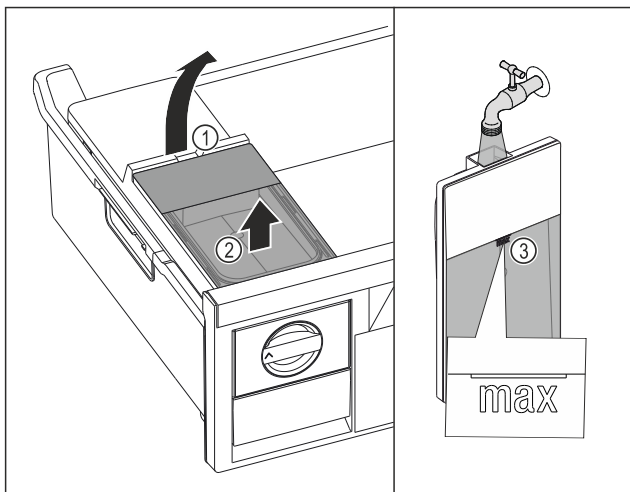

Fig. 100
- ▶ Lyft vattenbehållaren i fördjupningen Fig. 100 (1).
- ▶ Ta ut vattenbehållaren uppåt. Fig. 100 (2)
- ▶ Fyll vattenbehållaren med dricksvatten upp till markeringen Fig. 100 (3).